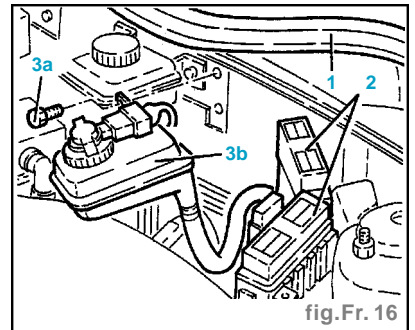

fig.Fr. 16
- Déposer la garniture (**1**) de la cloison du logement du moteur (fig. Fr. 16).